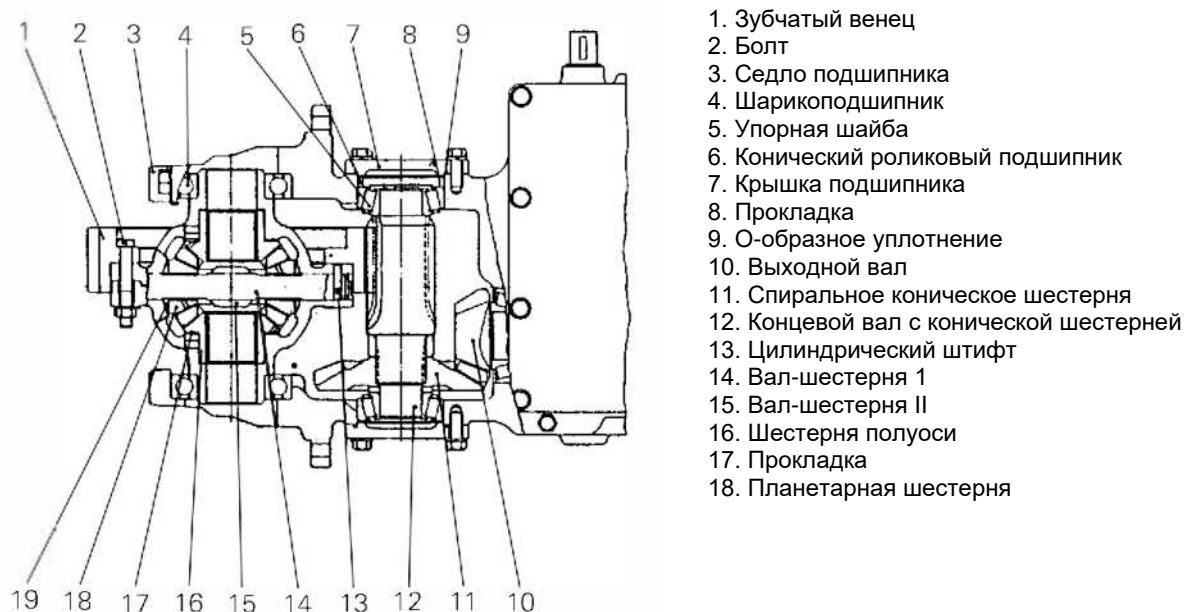

Рис. 3-12. Редуктор, дифференциал
3.4 Дифференциал (см. рис. 3-12)